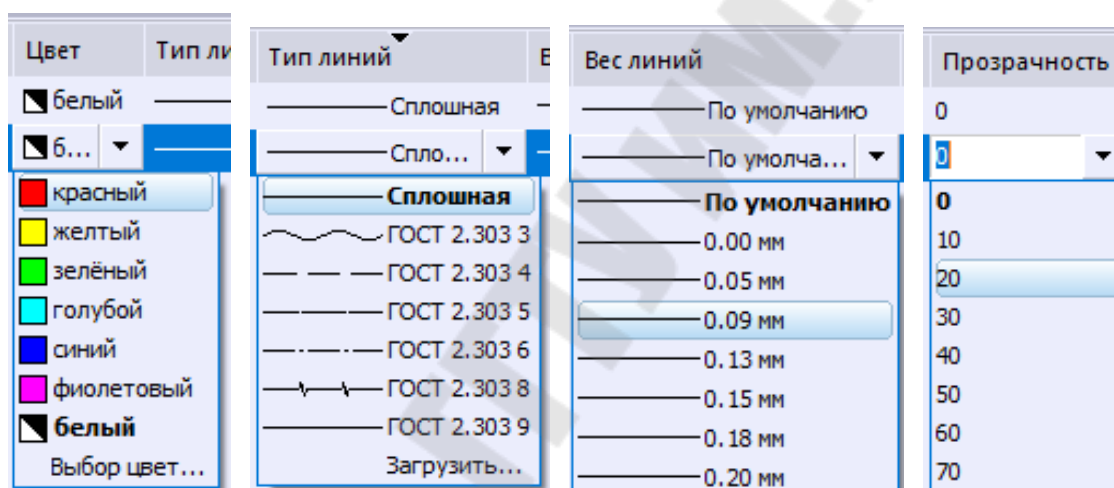

Рис. 3.131 Установка параметров цвет, тип, вес линий и прозрачность слоя
- выбрать в списке требуемое значение свойства (рисунок 3.131).